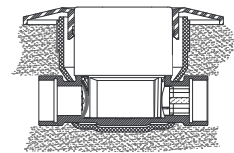

Abb. 9
- 2.15. Bei Unterputzinstallation Rosette aus Verpackung entnehmen und, sofern durch große Einbautiefe erforderlich, mit ein bis drei Verlängerungshülsen aufstecken. Für Einbautiefen unter 25 mm muss eine spezielle Rosette bestellt werden. Rosette (ggf. mit Verlängerungshülsen) auf die Zählwerkshaube bis zum Anschlag an der Wand schieben (Abb. 9).